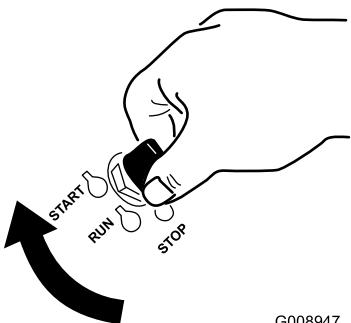

Figura 19
1. Gire la llave de contacto a la posición de ARRANQUE (Figura 19).